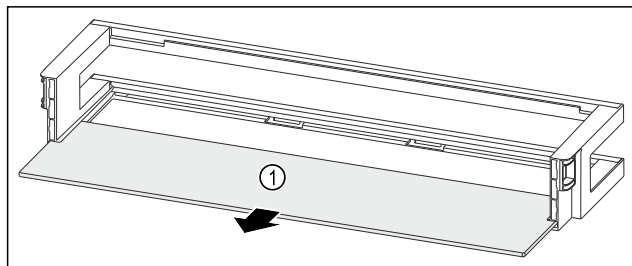

Fig. 229 Dveřní přihrádka s odkládací plochou
- Odkládací plochu Fig. 229 (1) odeberte.